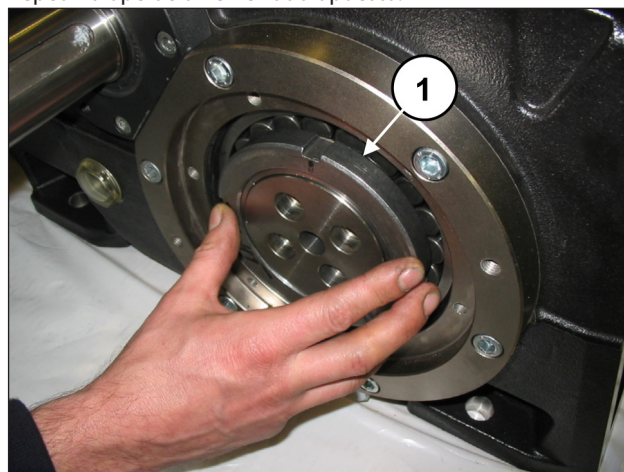
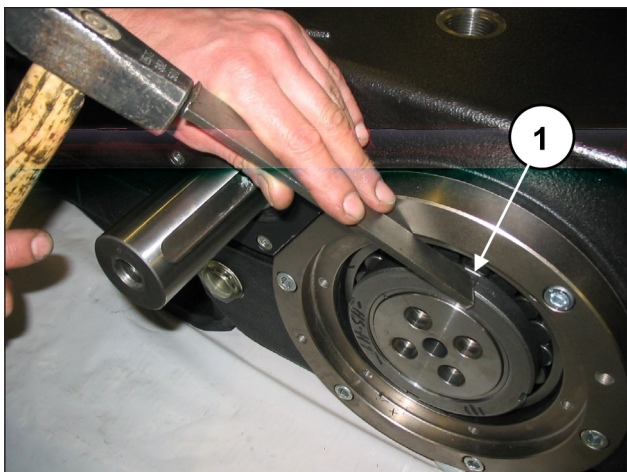

Fig. 15
Fig. 16
En uno de los lados, enroscar una corona de tipo SKF KM20 en el casquillo de presión (pos. ①, Fig. 15) y desbloquear el casquillo con una herramienta de percusión (pos. ①, Fig. 16), sin extraerlo.